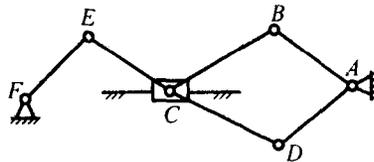

图 1-34
13. 计算图 1-34 所示机构自由度, 如有复合铰链、局部自由度、虚约束, 需明确指出。